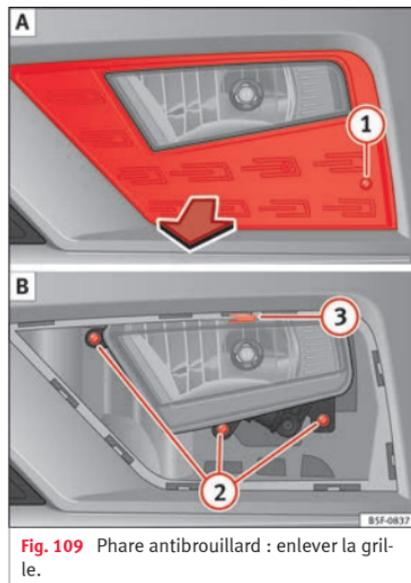
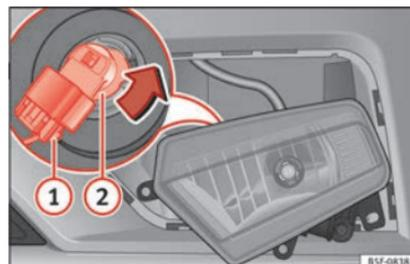

Fig. 109 Phare antibrouillard : enlever la grille.
Fig. 110 Phare antibrouillard : dépose du porte-ampoule
1. Retirez la vis » fig. 109 ① A de la grille du phare antibrouillard à l'aide d'un tournevis puis enlevez la grille.
2. Dévissez les 3 vis » fig. 109 ② B.
3. Retirez l'agrafe métallique située sur la partie supérieure du phare antibrouillard vers l'extérieur du véhicule ③ B puis retirez le phare antibrouillard.
4. Retirez le connecteur » fig. 110 ① de la lampe.
5. Tournez le porte-ampoule ② vers la gauche puis tirez.